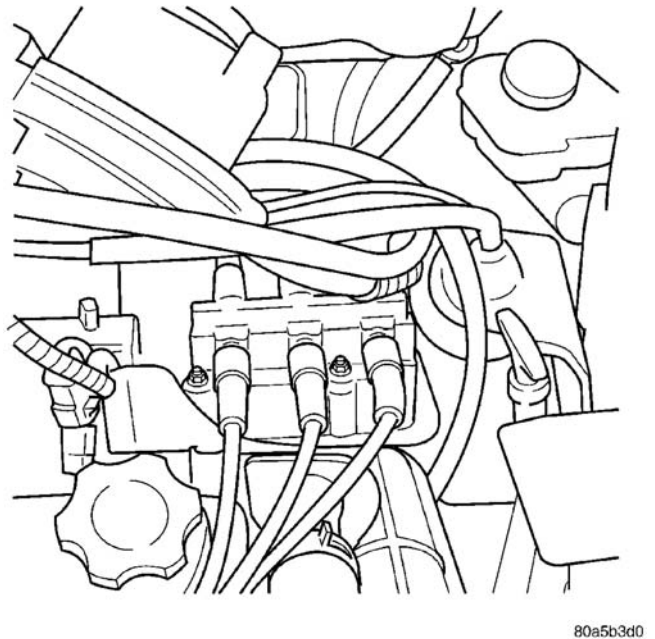

图 11 点火线圈托架 3.3/3.8L
- (1) 断开蓄电池负极电缆。
- (2) 将节气门和速度控制拉线从夹子上卸下。
- (3) 从动力转向储液罐至进气歧管卸下 2 个螺栓。
- (4) 从点火线圈托架的螺栓上拧松动力转向储液罐的下螺母。
- (5) 重新放置动力转向储液罐（图 11）。
- （6）重新放置动力转向储液罐。将托架沿安装螺栓上方滑动（图 11）。